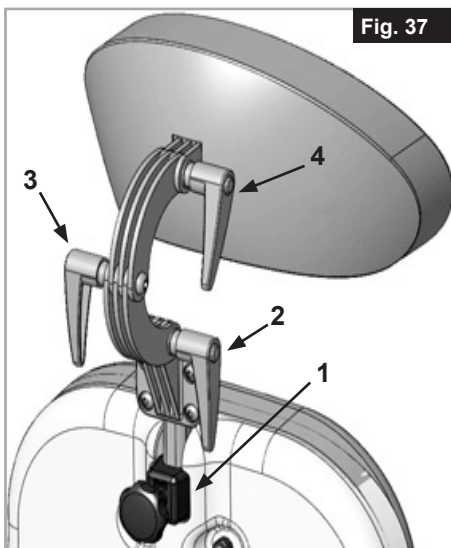

Fig. 37
Die Kopfstütze kann erhöht (1) und sowohl nach vorn als auch nach hinten verstellt werden, (2-3-4). Dazu einfach die entsprechenden Hebel lockern, die Kopfstütze auf die gewünschte Position schieben und wieder festziehen (Fig. 37).